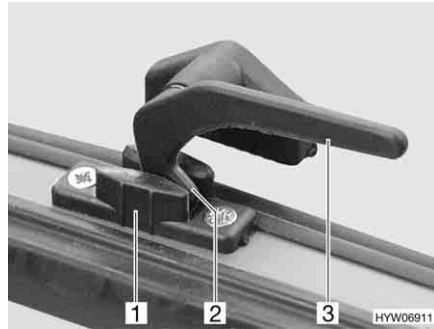

Bild 52 Verriegelungshebel in Stellung "Dauerbelüftung"
- in Stellung "Dauerbelüftung" (Bild 52)
- Den Verriegelungshebel (Bild 52,3) eine viertel Umdrehung zur Fenstermitte hin drehen.
- Den Verriegelungshebel eine viertel Umdrehung zum Fensterrahmen hin drehen. Die Verriegelungsnase (Bild 52,2) dabei in die Aussparung der Fensterverriegelung (Bild 52,1) einfahren.